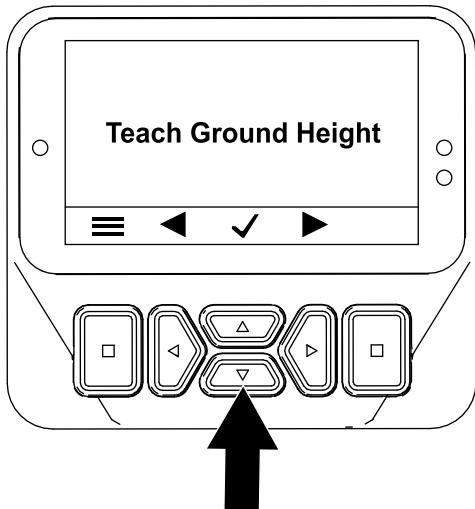

図 62
4. [地面の高さを教える]画面(図62)で、どちらかの中央ボタンを押す。